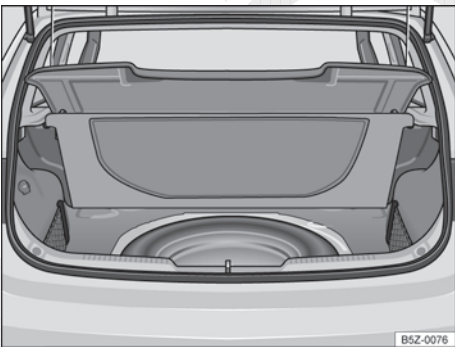

Fig. 159 No compartimento de bagagem, sob o revestimento do assoalho: roda de emergência e ferramentas de bordo.
As ferramentas de bordo e a roda de emergência estão localizadas no compartimento de bagagem, sob o revestimento do assoalho ⇒ Fig. 159.
- Levantar o revestimento do compartimento de bagagem ⇒ Fig. 159.